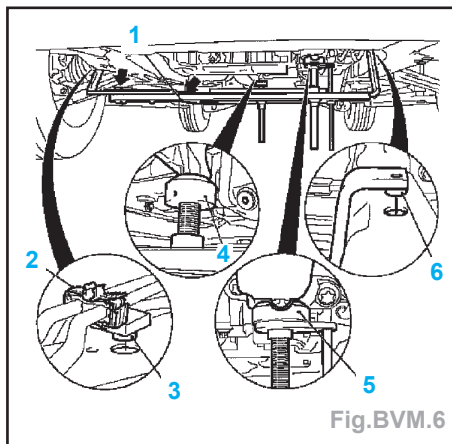

Fig.BVM.6
- Insérer l'outil **KM-6313** (1) dans le corps d'essieu avant (Fig. BVM.6).
- Insérer l'outil **KM-6313** (1) dans le corps d'essieu avant (Fig.BVM.6).